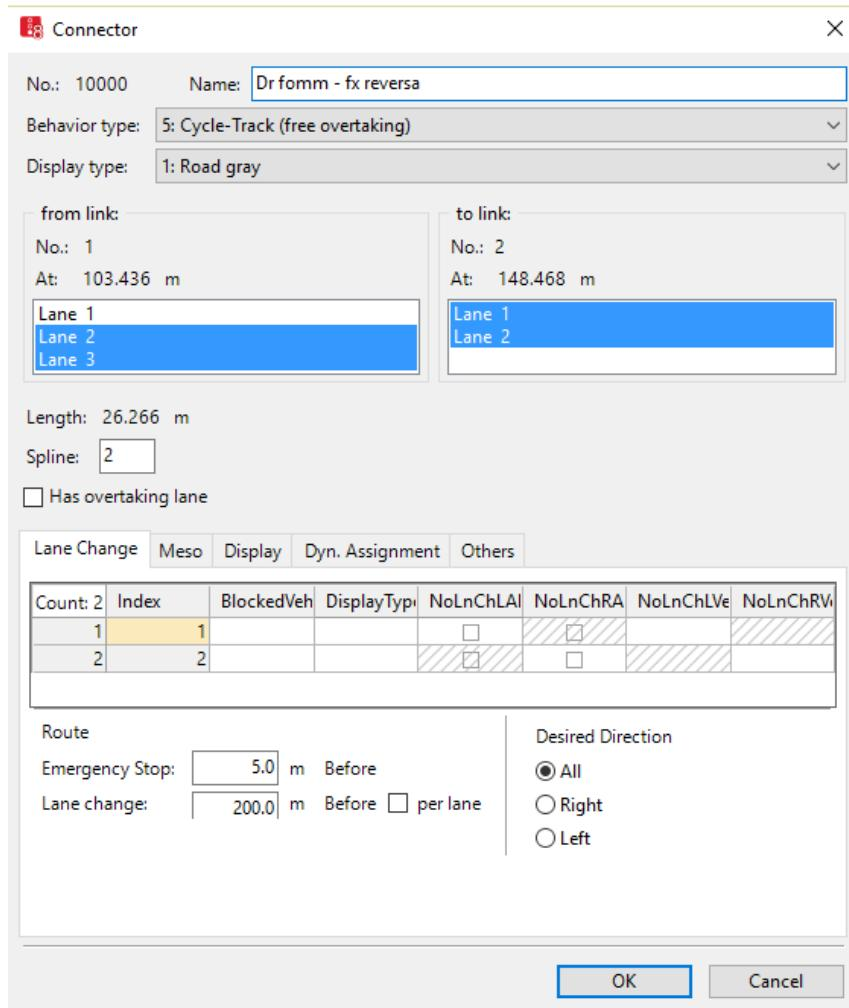

Figura 13
21. Após finalizar, na janela aberta, nomeie o link como “Dr. Fomm – Faixa Reversível” e selecione as faixas ligadas, ou seja, as faixas que permitirão a conversão a esquerda conforme a Figura 13 (Faixas 2 e 3 da Dr. Fomm ligadas nas Faixas 1 e 2 da faixa reversível).